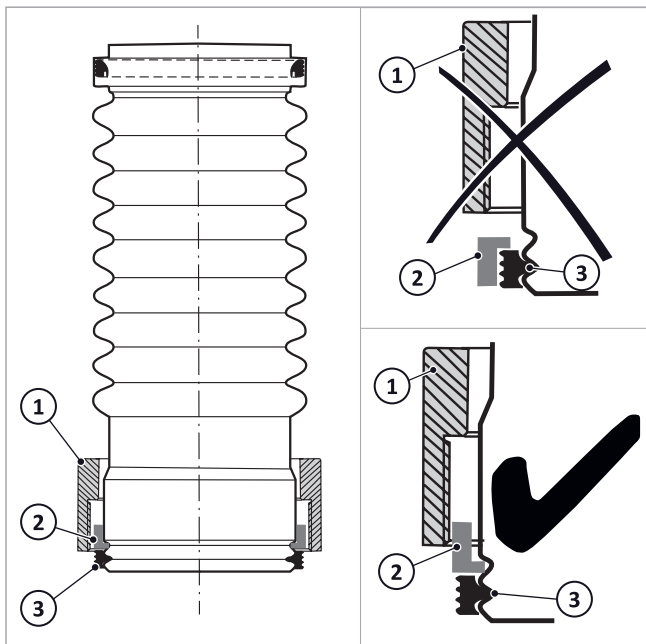

Fig. 40: raccordo a vite inserito
1. Secondo ➔ fig. 40 spingere il dado di sicurezza (1), l'anello elastico (2) e la guarnizione (3) nell'estremità inferiore del raccordo per lo scarico dei fumi.